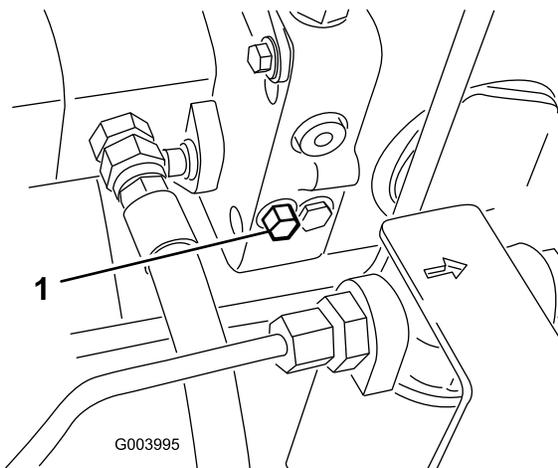

Figura 45
1. La valvola di bypass è situata sul lato sinistro dell'idrostatato (Figura 45). Fate ruotare di un giro e mezzo il bullone per aprire e lasciare bypassare l'olio all'interno. Dal momento che il fluido viene bypassato, potete spostare lentamente la macchina senza danneggiare la trasmissione.